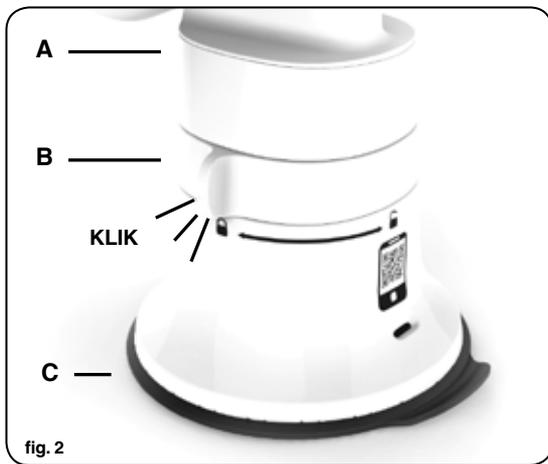

fig. 2
3. Fastgør foden til køkkenbordet og lås den øverste del fast på sugefoden ved at dreje ringen (B) til låseposition , indtil du hører et klik. Kontroller, at alle dele er låst fast (fig. 2).